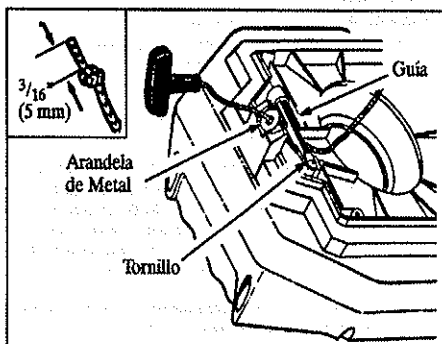

Figura 17
- Introduzca una punta de la soga por la manija y fijela con un nudo. Deje un rabo de 5 mm ( $3/16$ " ) detrás del nudo. Figura 17 (inserción)
- Pase la otra punta de la soga por la arandela de metal y luego por abajo de la Guía. Figura 17.